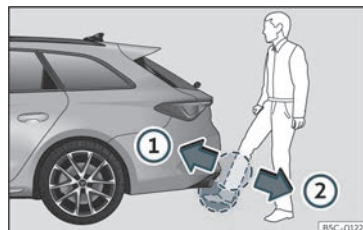

Fig. 88 Portellone del bagagliaio con apertura controllata da sensore (Easy Open).
- Con un movimento rapido, avvicinare un piede e la parte inferiore della gamba il più possibile al paraurti. La parte inferiore della gamba deve avvicinarsi alla zona del sensore superiore e il piede alla zona del sensore inferiore >>> **fig. 88** ①.
- Togliere rapidamente il piede e la parte inferiore della gamba dalle zone dei sensori »» **fig. 88** ②. A questo punto il portellone posteriore si apre automaticamente.